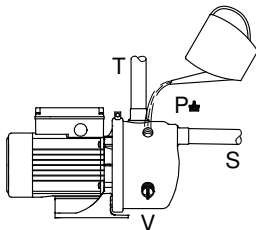

Fig. 5 Remplissage de la pompe
Retirer le bouchon (V), voir fig. 5, et monter la vanne d'éjecteur dans le trou.
1. Retirer le bouchon (P). Voir fig. 5.